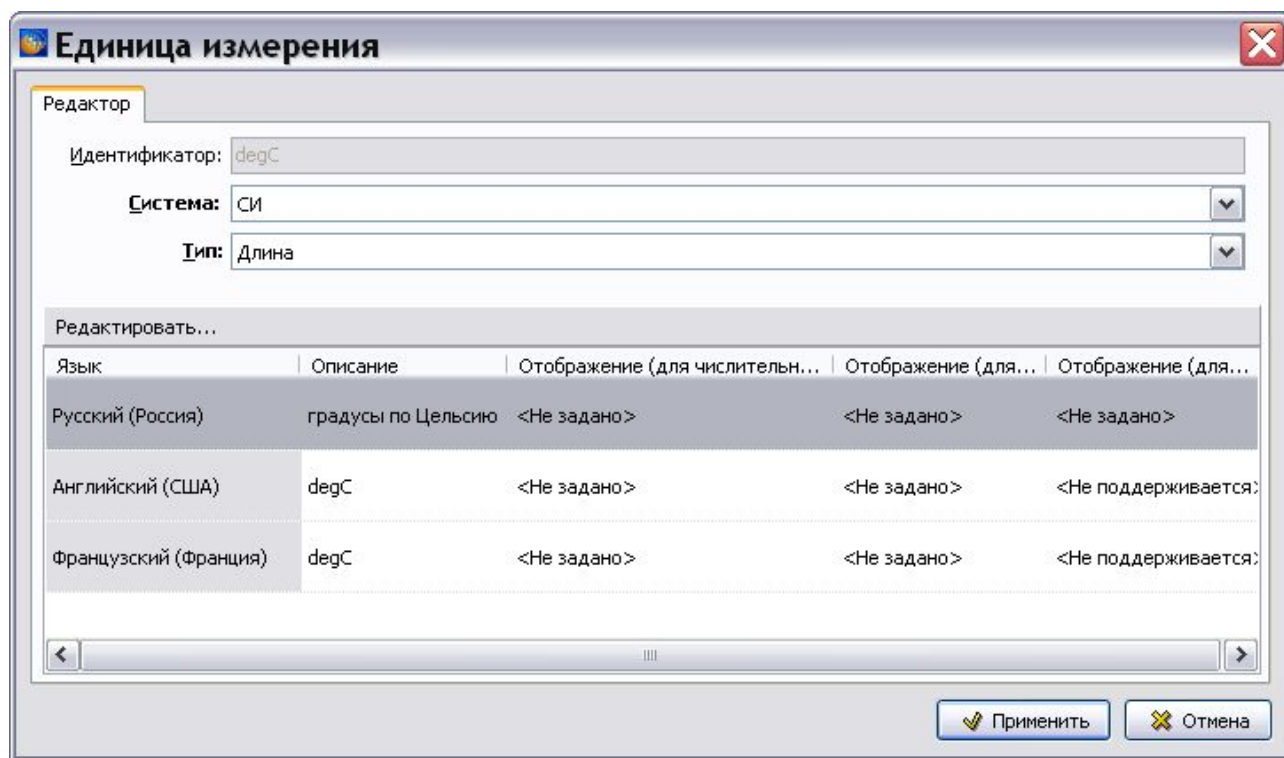

Рис. 2.113
Рассмотрим пример редактирования единицы измерения «градусы по Цельсию». В окне **Единицы измерения** выделите единицу измерения «градусы по Цельсию» и нажмите на кнопку **Редактировать** . После этого появится окно **Единица измерения** (Рис. 2.113).
1. В окне **Единица измерения** в разделе **Редактировать** выделите строку параметров для русского языка (Рис. 2.113).